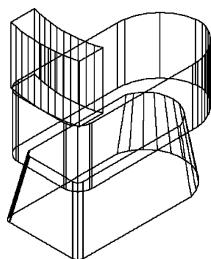

图 12-87 交集处理
(14) 单击“三维工具”选项卡“实体编辑”面板中的“交集”按钮, 选择长方体和圆柱环, 将其进行交集处理, 结果如图 12-87 所示。
(15) 单击“默认”选项卡“绘图”面板中的“椭圆”按钮, 绘制椭圆, 命令行提